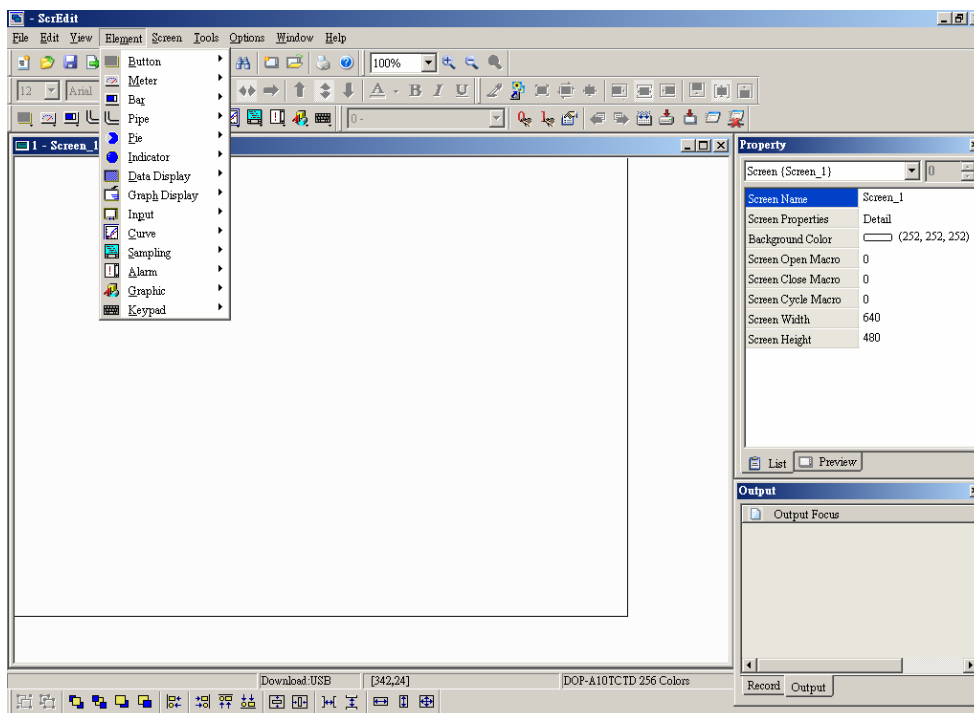

Рис. 3.1.2 Меню "Element" в строке меню
2. В строке меню можно выбрать команду "Element" как на Рис. 3.1.2.